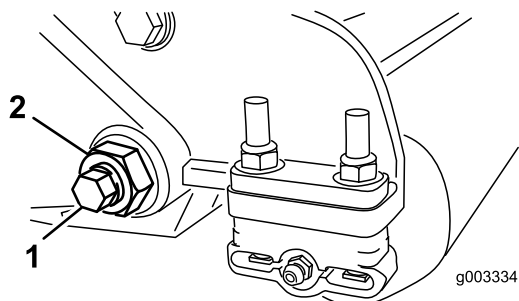
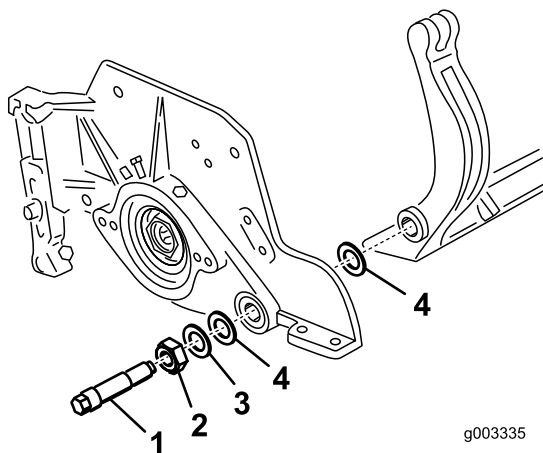

図 30
図 31
- ベッドバー・ボルト（図 30）を固定しているロックナット（機体両側）をゆるめる。
- 各ベッドバー・ボルトを抜いて、ベッドバーを下に引き抜いて外す（図 30）。ベッドバーの両端にナイロン・ワッシャとスチール・ワッシャが2枚ずつあるので注意する（図 31）。
- ベッドバー・ボルト（とボルトについているナット）とワッシャ6枚で、ベッドバーを各サイド・プレートに固定する。ナイロン・ワッシャはサイド・プレートの両側のボスに嵌め込む。その外側からスチール製ワッシャを取り付ける（図 31）。ベッドバー・ボルトを 27-33 (37-45 N-m = 4.6-1.7 kg.m) にトルク締めする。左右の遊びが完全になくなって外側のスチール製ワッシャが回らなくなるまで（ただし決して締めすぎになったりサイド・プレートが変形したりしていない）ロックナットを締め付ける。内側のワッシャには遊びがあってよい。